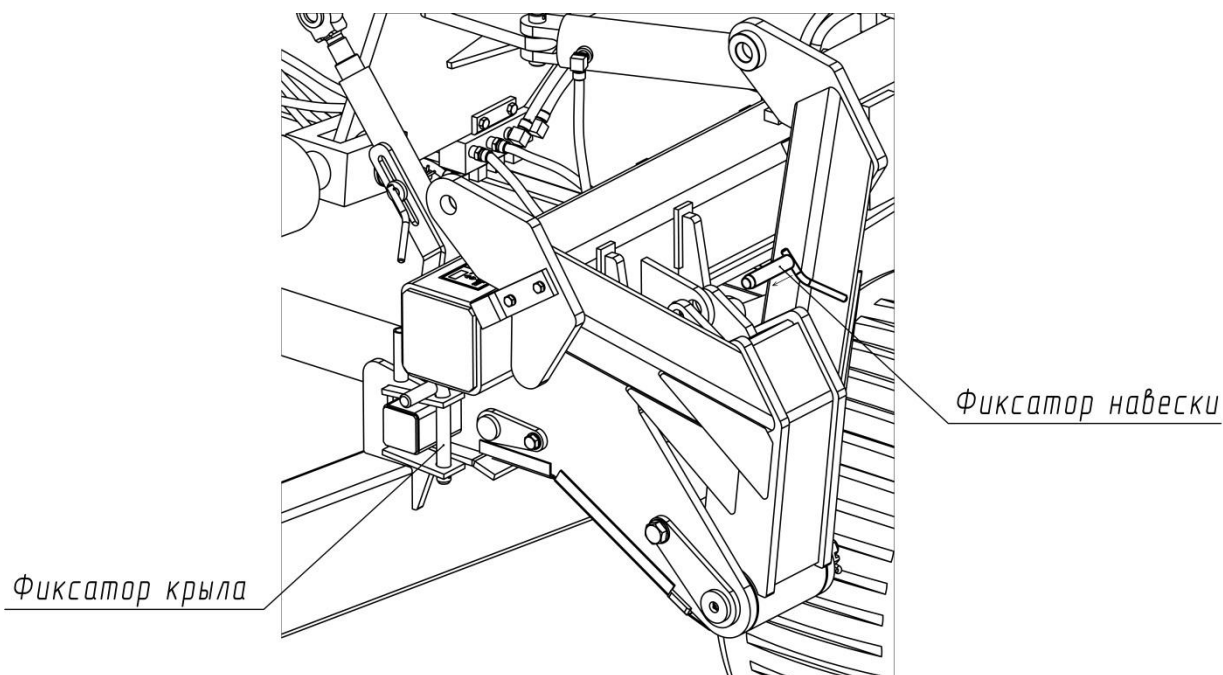

Рисунок 2 –
- снять пальцы, фиксирующие навески, и установить их в отверстия для сохранности (рис. 2);
- зафиксировать навески пальцами (рисунок 2);